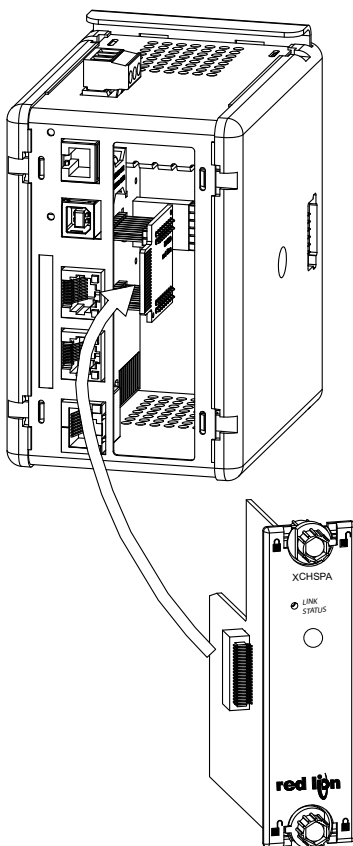

Abbildung 4.
4. Führen Sie die Optionskarte vorsichtig in die Erweiterungsschnittstellenöffnung ein, während Sie den Karten-Steckverbinder auf die Optionskarte mit dem Deckel der Haupttafel angleichen, wie in Abbildung 4 angezeigt. Sobald die Angleichung erfolgt ist, drücken Sie auf die Vorderseite der Karte bis sie mit der Vorderseite des Gehäuses bündig ist.